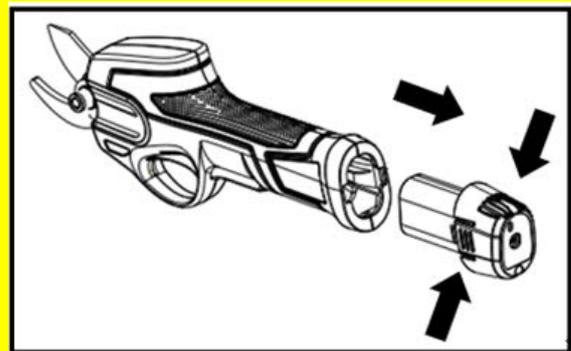

Рис. 3
1. Извлеките аккумулятор из устройства. Нажмите на кнопки фиксации с обеих сторон аккумулятора, одновременно вытягивая его в направлении, указанном стрелками на Рис. 3.